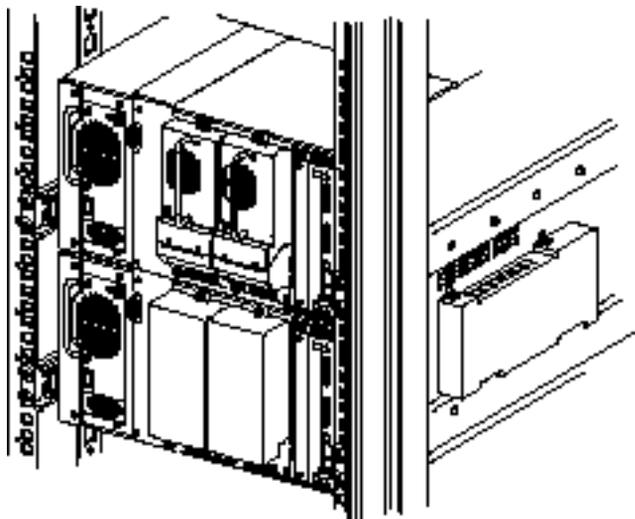

Figura 2–3. Installazione della libreria MSL5026
1. Installare le due librerie MSL5026, come mostrato nella Figura 2–3, seguendo le istruzioni fornite in *Panoramica sulla libreria Compaq StorageWorks MSL5026 e installazione del Kit di conversione per il montaggio su rack di Compaq Storage Works MSL5000*.
IMPORTANTE: È necessario estrarre in sequenza ciascuna libreria dalla parte anteriore del cabinet Compaq per poter accedere alla vite della copertura superiore del meccanismo PTM di una libreria inferiore. Vedere la Figura 2–5 per la posizione delle viti.